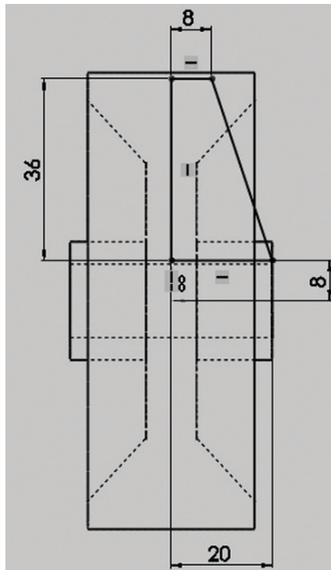

Figura 8.7 – Esboço da nervura
5.3 Desenhe o esboço da nervura e dimensione-o conforme a Figura 8.7.